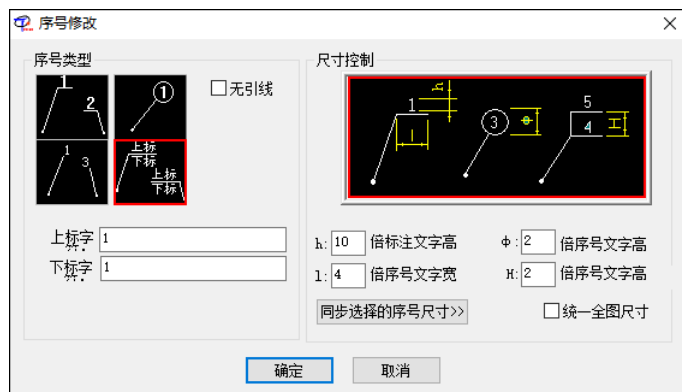

图 6-14
- 出现： 对话框，如图 6-14。选择所需的序号样式、前后缀字符等，再点取“确定”，则序号标注样式修改。